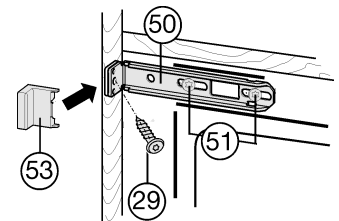

Fig. 16
- ▶ Schroeven Fig. 16 (51) iets losdraaien.
- ▶ Bovenste bevestigingshoek Fig. 16 (50) met spaanderplaatschroef Fig. 16 (29) ø4x19 aan de meubelwand vastdraaien.
- ▶ Het uitstekende uiteinde van de afdekking Fig. 16 (53) afbreken.
- ▶ Schroeven Fig. 16 (51) aandraaien.
- ▶ Afdekking Fig. 16 (53) plaatsen.